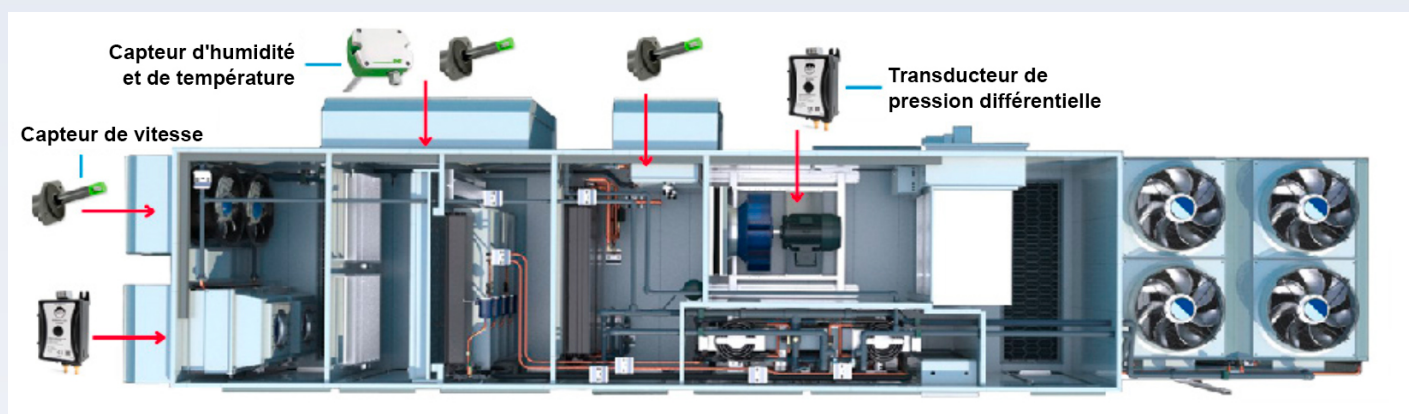

Figure 1. Schéma d'implantation des capteurs montrant l'emplacement de tous les capteurs sur le modèle CWT.
- Une surveillance et un contrôle complets des CFM sont mis en œuvre sur toutes les ouvertures d'air extérieur (OA) et d'air vicié (EA), garantissant un **équilibre et des performances de ventilation adéquats**.
- Intégration d'un capteur d'enthalpie sur l'OA pour informer les décisions de l'économiseur. (voir figure 1).